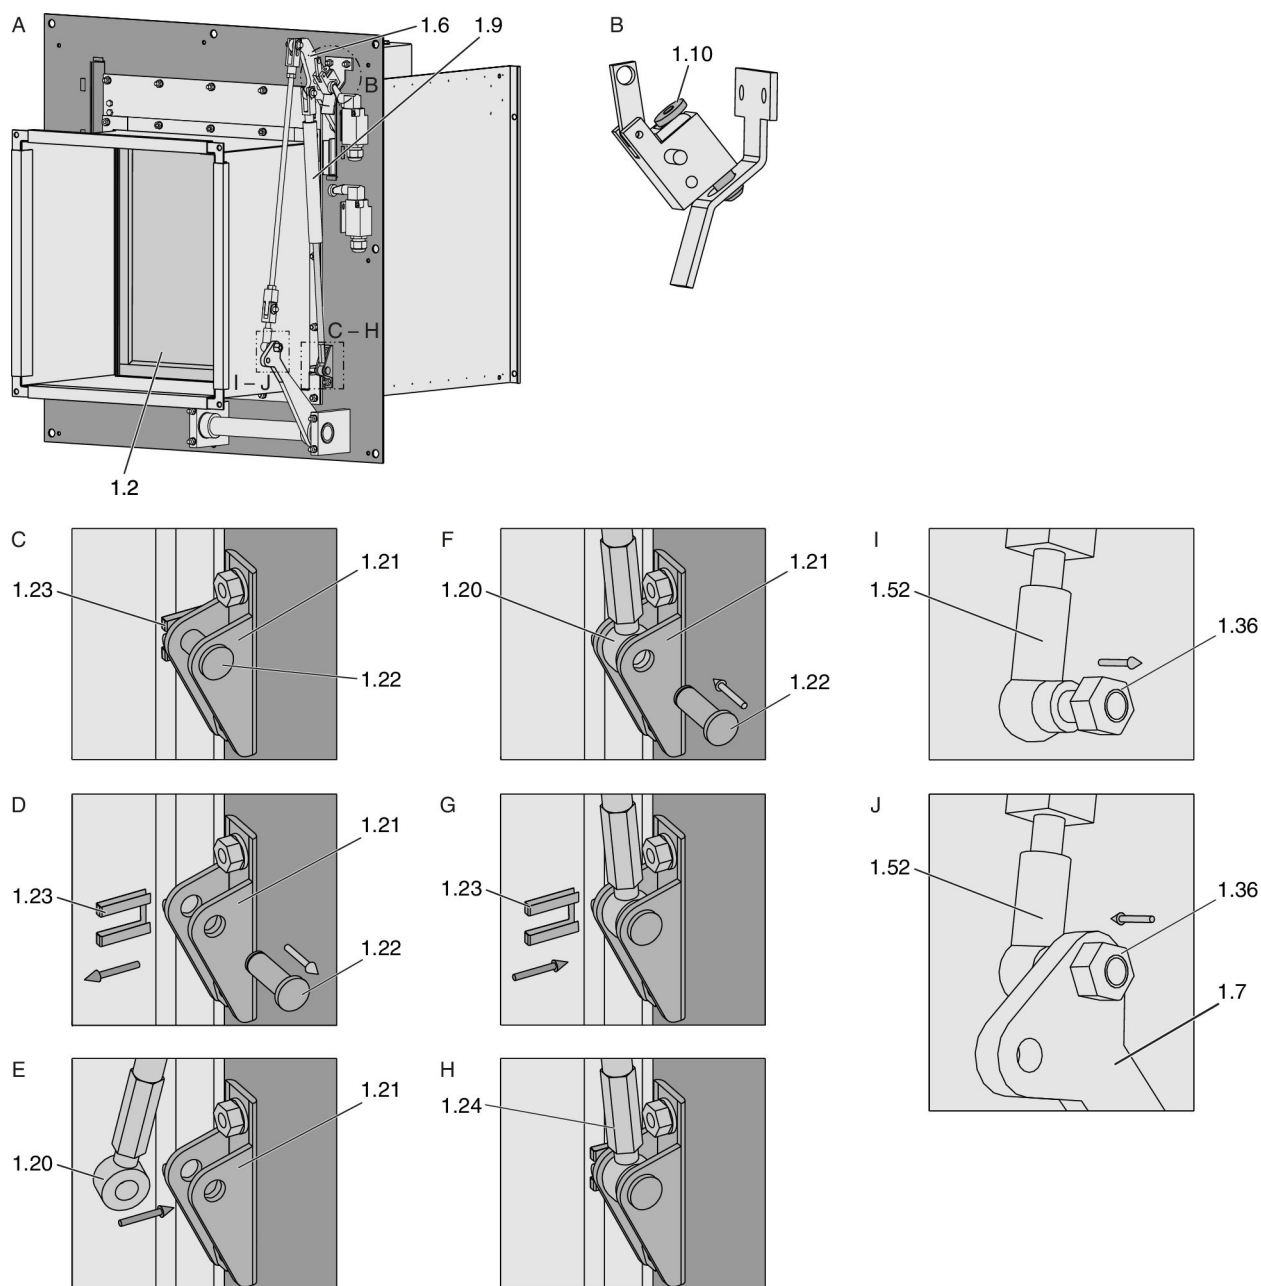

Abb. 9: Montage der Gasdruckfeder
- Klappenblatt 1.2 mit dem Stellhebel am Klappenblatt 1.6 per Hand in ZU-Stellung schwenken. Dabei darauf achten, dass der Federriegelbolzen 1.10 einrastet und dass das Klappenblatt nicht weiter als 90° zur Luftleitung heraus geschwenkt wird, siehe Abb. 9 Darstellung A und Detail B und „Funktionsprüfung“ ↻ 54.
- Bolzen 1.22 und Sicherungsfeder 1.23 der Konsole 1.21 entfernen, siehe Abb. 9 Detail C und D.
- Gelenkkopf 1.20 der Gasdruckfeder 1.9 in die Konsole 1.21 führen, siehe Abb. 9 Detail E.
- Bolzen 1.22 einschieben und mit Sicherungsfeder 1.23 sichern, siehe Abb. 9 Detail F und G.
- Stellung des Klappenblattes 1.2 ggf. durch Herausdrehen der Verstellung 1.24 an der Gasdruckfeder 1.9 so justieren, dass das Klappenblatt 1.2 in ZU-Stellung 90° zur Luftleitung aufweist, siehe Abb. 9 Detail H.
- Sicherungsmutter M8 1.36 vom Winkelgelenk 1.52 losschrauben, siehe Abb. 9 Detail I.
- Gewindepapfen am Winkelgelenk 1.52 durch die Bohrung $\varnothing 8$ mm am Stellhebel 1.7 schieben (Kennzeichnung auf dem Stellhebel 1.7 und dem Winkelgelenk 1.52 beachten). Sicherungsmutter M8 1.36 auf den Gewindepapfen am Winkelgelenk 1.52 aufschrauben und festziehen, siehe Abb. 9 Detail J.